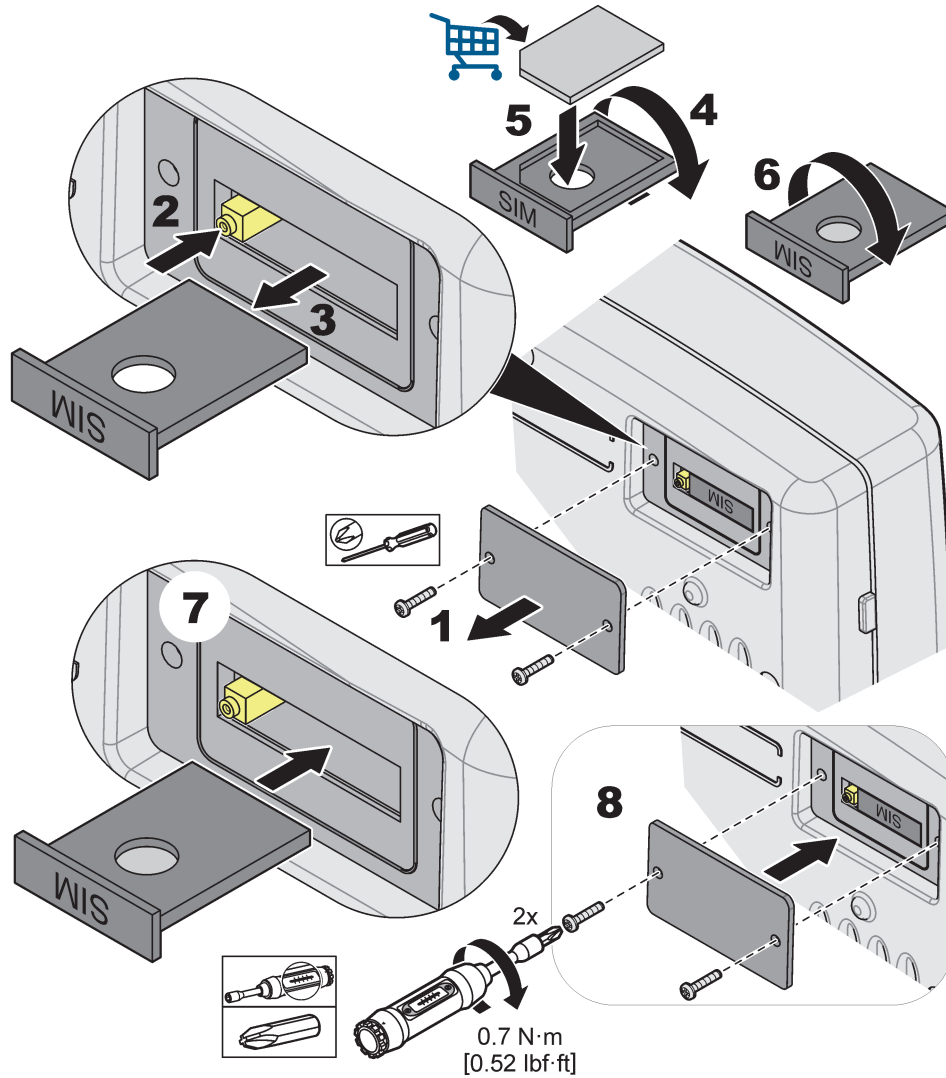

図 34 SIM カードの挿入
3. ディスプレイモジュールの裏側から SIM カード カバーを取り外します (図 34)